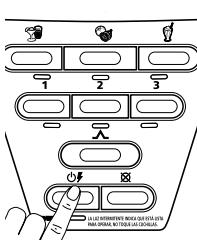

Fig. 19
- Presione el botón de encendido/apagado (Fig. 19) para encender el artefacto. Todas las luces parpadearán por un momento y la luz de encendido continuará parpadeando, lo que significa que el artefacto está activado y listo para usar.
- Presione el botón de encendido/apagado (Fig. 19) para apagar el artefacto.